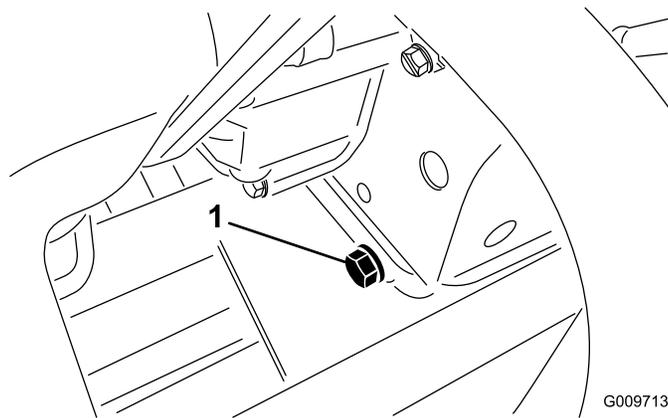

Figura 58
1. Retire el tapón de vaciado trasero (Figura 58) y deje fluir el aceite a un recipiente apropiado. Cuando el aceite deje de fluir, coloque el tapón de vaciado.